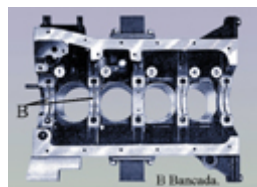

Fig. 2
*La bancada o cárter superior **(B)**, **(fig. 2)***